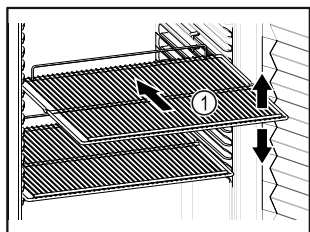

Fig. 58 例图
- 如果存放格栅 Fig. 58 (1)可移动，则根据高度进行调整。